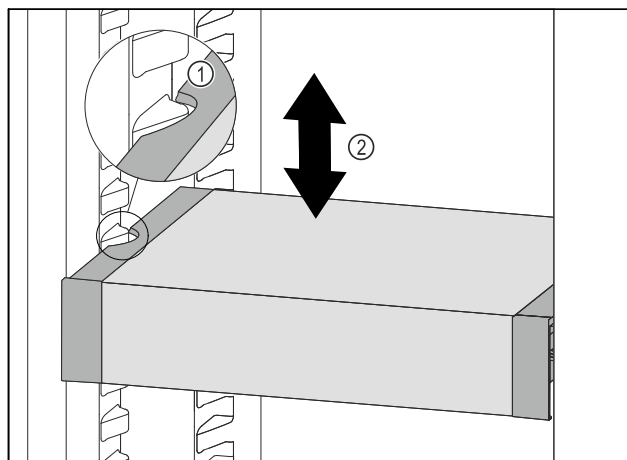

Fig. 87
- Тяните VarioSafe вперед, пока боковые выемки VarioSafe не окажутся на высоте выступа резервуара в холодильном отделении. Fig. 87 (1)
- ▶ Двигайте VarioSafe в холодильном отделении вверх или вниз, пока не будет достигнута требуемая высота. *Fig. 87 (2)*